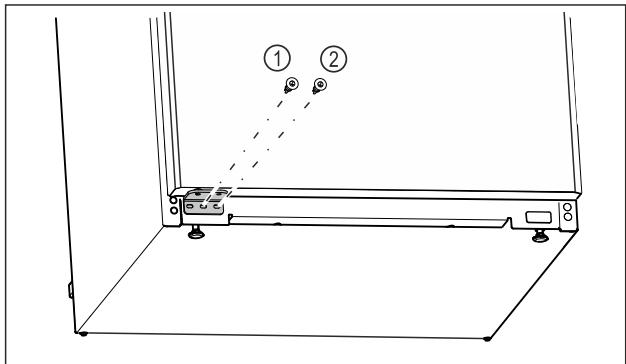

Fig. 26
- Затяните центральный винт опорного кронштейна Fig. 26 (1) отверткой Torx 20.
- Затяните внутренний винт опорного кронштейна Fig. 26 (2) отверткой Torx 20.